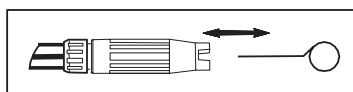

Fig. 2
- Utilice el kit de limpieza proporcionado, o cualquier elemento puntiagudo para limpiar la boquilla, por ejemplo, inserte un clip desplegado en el orificio de la boquilla. Muévelo hacia adentro y hacia afuera hasta retirar todo el polvo y la suciedad. Fig. 2.